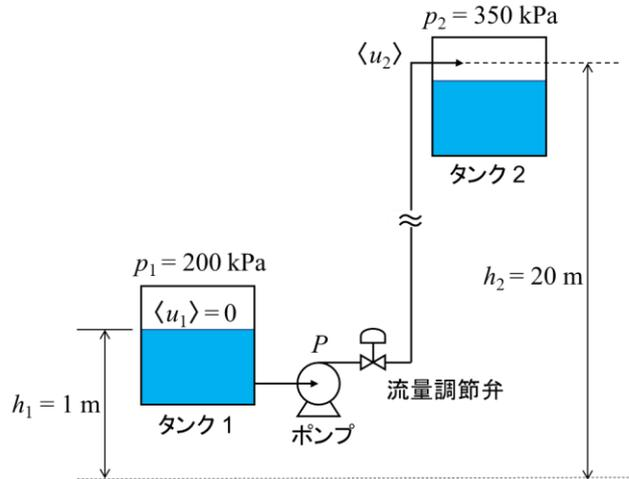

図 1-1
図 1-1 に示すように、 $p_1 = 200 \text{ kPa}$ に加圧されたタンク 1 内の水（密度 $\rho = 1000 \text{ kg}\cdot\text{m}^{-3}$, 粘度 $\mu = 1.00 \text{ mPa}\cdot\text{s}$ ）をポンプを用いて $p_2 = 350 \text{ kPa}$ に加圧されたタンク 2 に輸送する。配管には、内径 $d = 100 \text{ mm}$, 長さ $L = 600 \text{ m}$ の平滑管と 1 個の流量調節弁および 24 個の 90° エルボが用いられている。図中のタンク 1 中の液面高さ h_1 とタンク 2 のノズル位置高さ h_2 がそれぞれ 1 m と 20 m である場合に必要なポンプの動力 P を、流体単位質量あたりの機械的エネルギー収支式 (1) に基づいて求める。